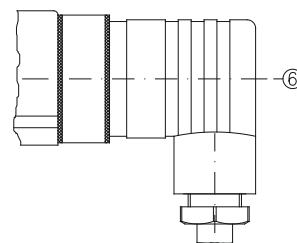

Abb. 10
- ☞ Stecken Sie die Leitungsdose ② auf den Gerätestecker ③ und ziehen Sie die Zentralschraube ⑥ an (→ Abb. 10).